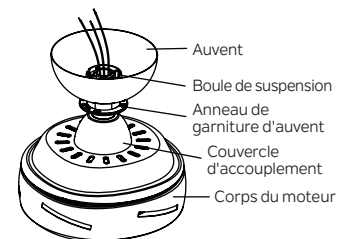

Fig. 9
Étape 5. Glissez le couvercle de l'accouplement, la bague de garniture de la verrière et la verrière sur la tige descendante. Réinstallez soigneusement la boule de suspension sur la tige de suspension. Assurez-vous que la broche croisée est dans la bonne position et que les vis de réglage sont serrées et que les fils ne sont pas tordus. (Fig. 9)